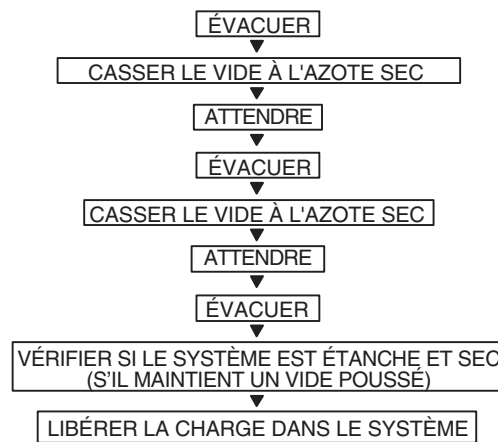

Figure 19 – Méthode de triple évacuation
Consultez la figure 19 et procédez comme suit :
- Répétez cette procédure comme indiqué à la figure 19. Le système sera ensuite exempt de contaminants et de vapeur d'eau.